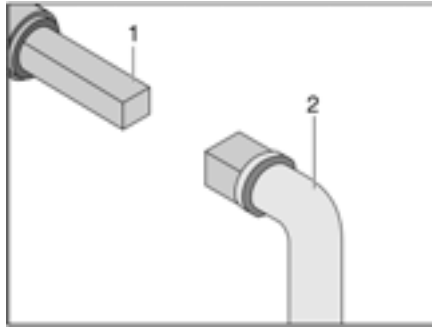

Bild 250 Bedienung Abwasserhahn
- Schlüssel (Bild 250,2) auf Vierkant (Bild 250,1) stecken.